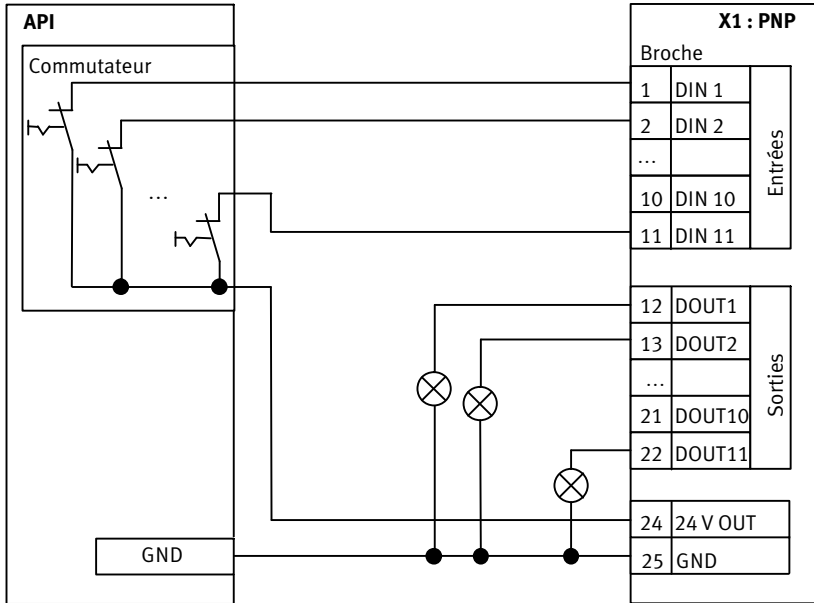

Fig. 4.2 Raccordement des interfaces - variante PNP (CMMO-...DIOP)
- Type CMMO-...-DIOP = circuit logique positif PNP (→ Fig. 4.2)